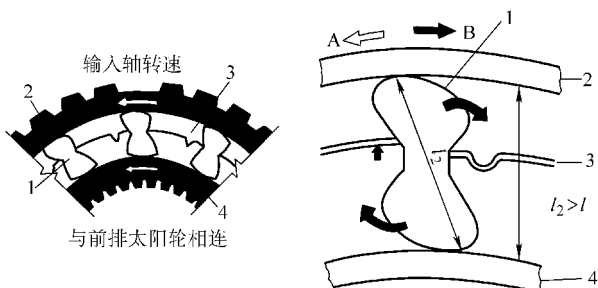

图 1-19 楔块式单向离合器的工作原理
(1) 楔块式单向离合器 楔块式单向离合器由内圈、楔块、保持架和外圈组成，工作原理如图 1-19 所示，楔块长端的长度大于内圈和外圈之间的距离，而短端的长度小于内、外圈之间的距离。当内圈固定，外圈沿图中 A 方向（逆时针）旋转，摩擦力使楔块向倒下的方向转动，楔块对外圈没有阻力，外圈可以转动，单向离合器的这种状态为超越状态；当外圈沿图中 B 方向（顺时针）旋转，摩擦力使楔块向立起的方向转动，使内圈和外圈卡死连为一体，外圈不能转动，单向离合器处于锁止状态。